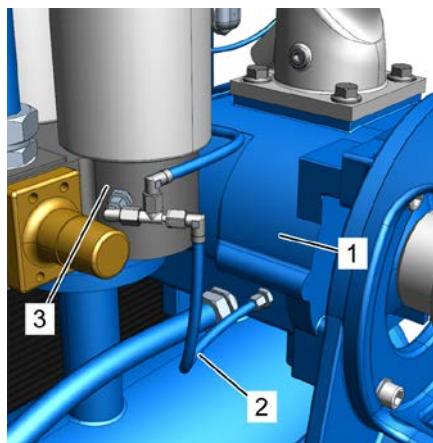

Рис. 47: Обратный трубопровод
- Отсоедините обратный трубопровод (Рис. 47/2) на корпусе сепаратора (Рис. 47/3) и ступени компрессора (Рис. 47/1).
6. Очистите обратный трубопровод (Рис. 47/2) и сопло, при необходимости замените их оригиналными запчастями (Приложение D «Список запчастей» на странице 131).
7. Снова установите сопло и обратный трубопровод (Рис. 47/2) на место и затяните резьбовые соединения (Приложение В «Моменты затяжки винтов» на странице 126).